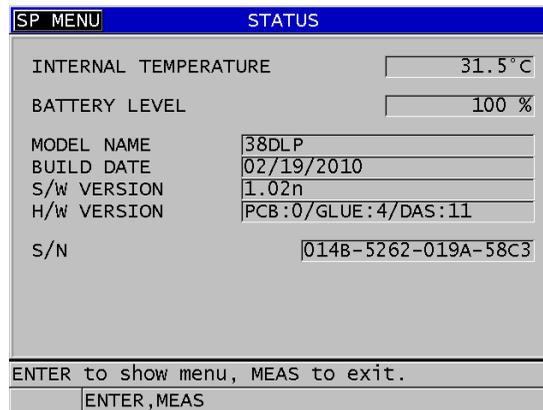

Abbildung 15-5 Fenster STATUS (Beispiel)
2. Wählen Sie auf dem Menü **STATUS** an (siehe Abbildung 15-5 auf Seite 299).